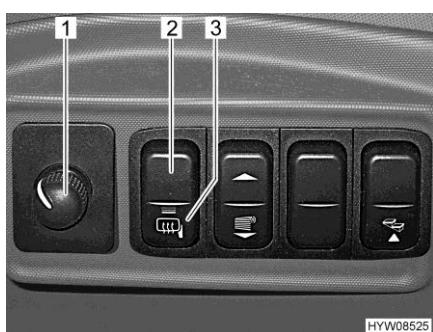

Fig. 32 Interruttori (specchietti esterni a regolazione elettrica)
- Selezionare lo specchietto da impostare. A tal fine premere l'interruttore girevole (Fig. 32,1) verso sinistra oppure verso destra.
- Premendo l'interruttore (Fig. 32,1) regolare lo specchietto nella posizione corrispondente.
- Premere l'interruttore (Fig. 32,2). La spia rossa di controllo (Fig. 32,3) nell'interruttore indica il funzionamento.